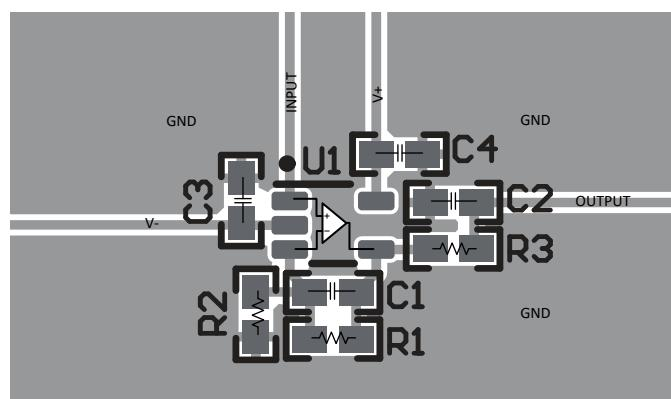

図 7-5. 非反転構成用オペアンプの基板レイアウト - SC70 (DCK) パッケージ
- 外付け部品は、可能な限りデバイスに近く配置します。図 7-5 に示すように、寄生容量を最小限に抑えるため、RF と RG は反転入力の近くに配置します。